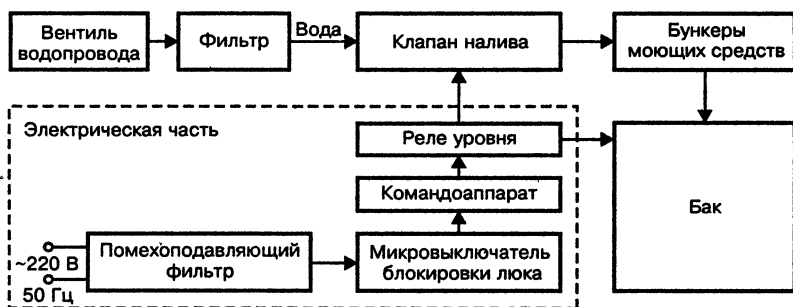

Рис. 10.10. Структурная схема системы налива воды
**Система налива воды.** От водопровода через открываемый вручную вентиль или систему AQUA-STOP, через фильтр грубой очистки вода подается на клапан налива. Этим клапаном управляет непосредственно реле уровня. Команды на срабатывание этого реле подает командоаппарат (рис. 10.10). Пройдя открытый клапан налива, вода смывает в бак стиральный порошок из соответствующего отдела бункера моющих средств. По заполнению бака моющим раствором до нужного объема, срабатывает реле уровня. Клапан налива перекрывает воду.